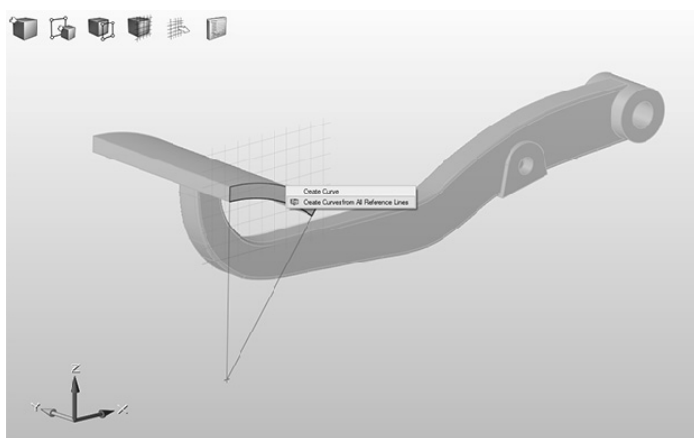

图 6-5
5) 单击草绘工具栏中的复制参考几何图标 ，或者用鼠标右键单击一条红色的参考线并从右键菜单中选择根据所有参考线创建曲线，如图 6-5 所示。